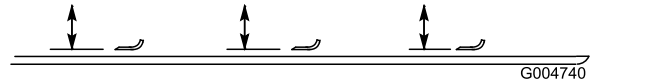

Bild 109
2. Drehen Sie die Messer, bis die Enden nach vorne und hinten zeigen und messen Sie von der Innenseite des Mähwerks bis zur Schnittkante an der Vorderseite des Messers (Bild 109).